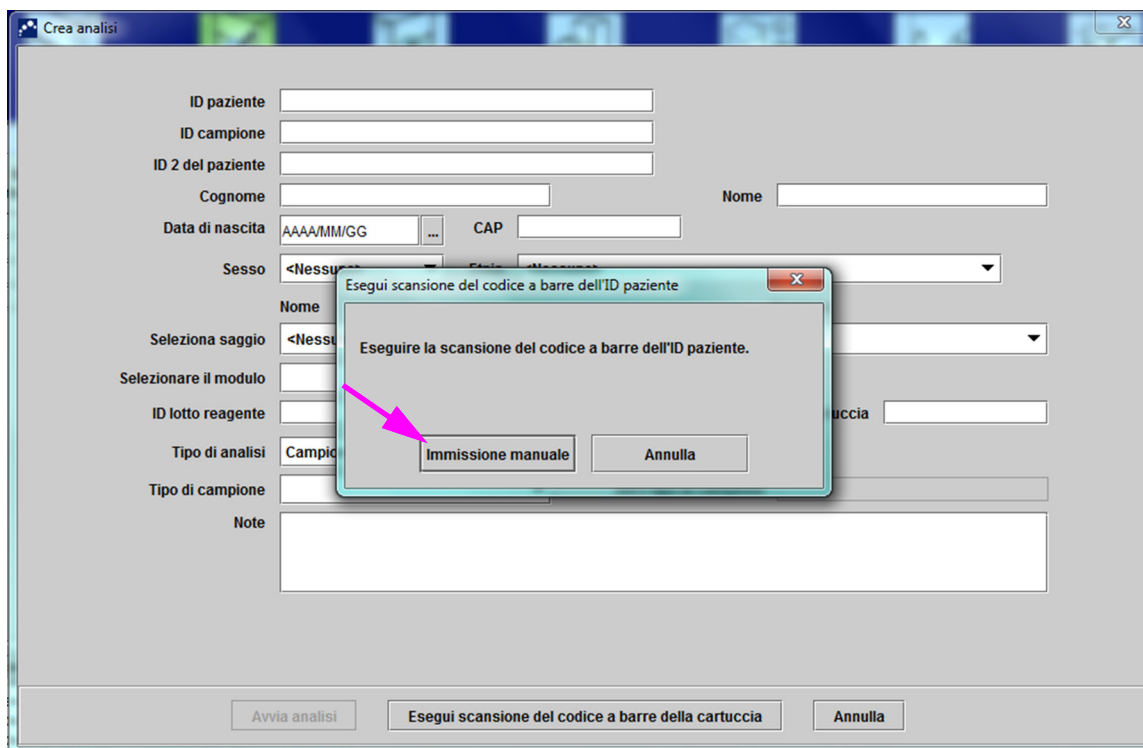

Figura 5-19. Finestra Crea analisi e finestra di dialogo Esegui scansione del codice a barre dell'ID paziente
1. Nella finestra GeneXpert Dx System, fare clic su **Crea analisi** nella barra dei menu. Verrà visualizzata la finestra di dialogo Esegui scansione del codice a barre dell'ID paziente. Vedere la Figura 5-19.